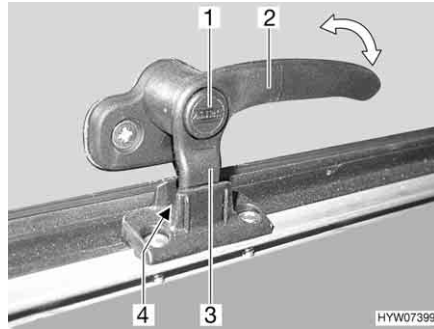
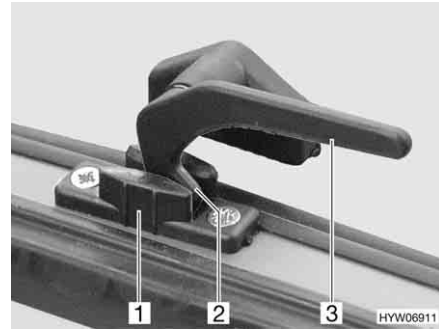

Fig. 96 Palanca de bloqueo con botón de seguridad en la posición de "ventilación continua"
Fig. 97 Palanca de bloqueo en la posición de "ventilación continua"
- En la posición "ventilación continua" (Fig. 96 y Fig. 97)
- Si existe, pulsar el botón de seguridad (Fig. 96,1) y mantenerlo pulsado.
- Girar la palanca de bloqueo (Fig. 96,2 ó Fig. 97,3) un cuarto de vuelta hacia la mitad de la ventana.
- Girar de nuevo hacia atrás la palanca de bloqueo. El saliente de bloqueo (Fig. 96,3 ó Fig. 97,2) de la palanca de bloqueo se ha de introducir para ello en el rebaje del bloqueo de la ventana (Fig. 96,4 ó Fig. 97,1).
- Si existe, soltar el botón de seguridad (Fig. 96,1).